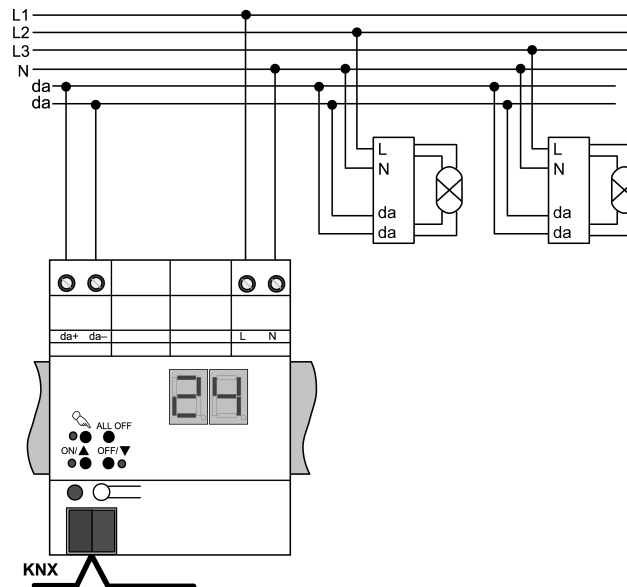

Figura 2
- Collegare l'apparecchio secondo lo schema esemplificativo (Figura 2).